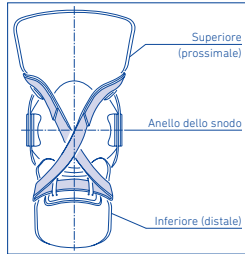

Fig. 4: Casseto posteriore
- La fascetta incrociata va infilata nella linguetta dell'inserto dopo essere stata fatta ruotare di 180°. Dopo averla infilata nella linguetta dell'inserto portare in modo incrociato dall'anello articolato inferiore in direzione superiore e fissare (Fig. 4).